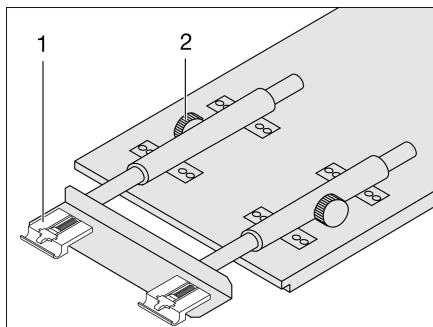

Fig. 97 Agrandir la table suspendue
- Desserrer les vis moletées (Fig. 97,2).
- Soulever légèrement le plateau de table à l'avant et l'extraire jusqu'à la butée. La rallonge de table (Fig. 97,1) est complètement sortie.
- Soulever légèrement le plateau de table à l'avant et le repousser jusqu'à la butée. La rallonge de table (Fig. 97,1) est complètement rentrée.